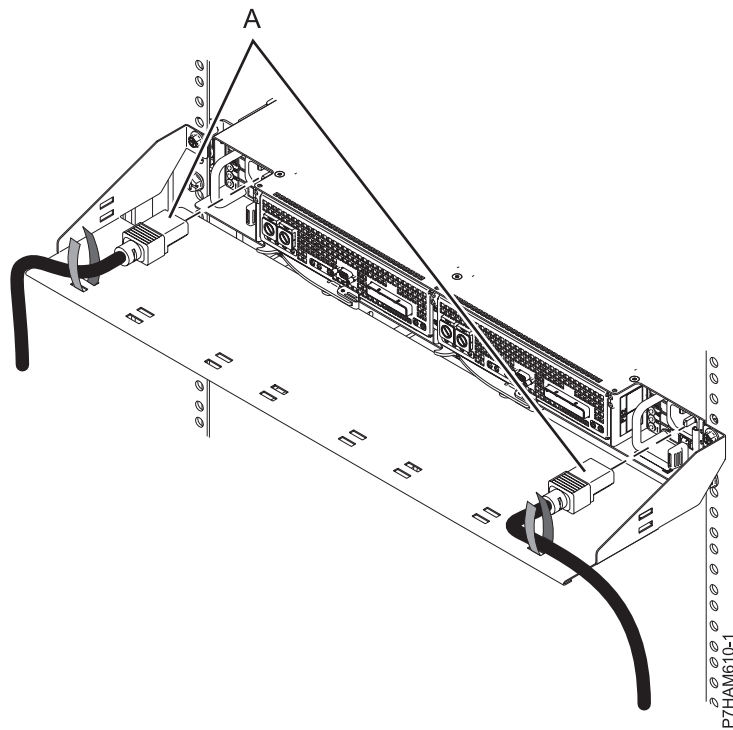

Figure 12. Installation des cordons d'alimentation
- f. A l'arrière de l'armoire, installez les câbles d'alimentation (A), comme illustré à la figure 12. Fixez les cordons d'alimentation au passe-câbles à l'aide de bandes Velcro.